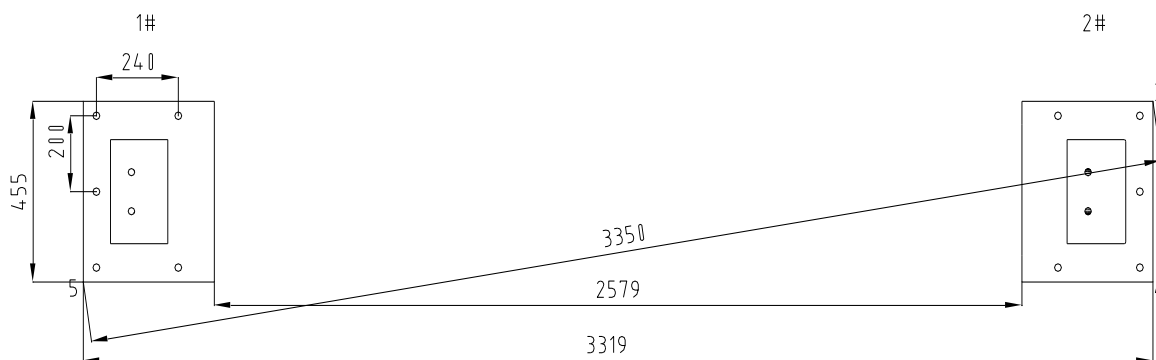

Fig.3
7.2 Layout da placa base (conforme Fig. 3)